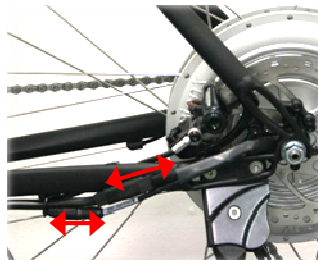

Abbildung 2
- stecken Sie die beiden Kabelverbindungen, die zum Motor führen aus (Abb. 2 + Abb. 5)